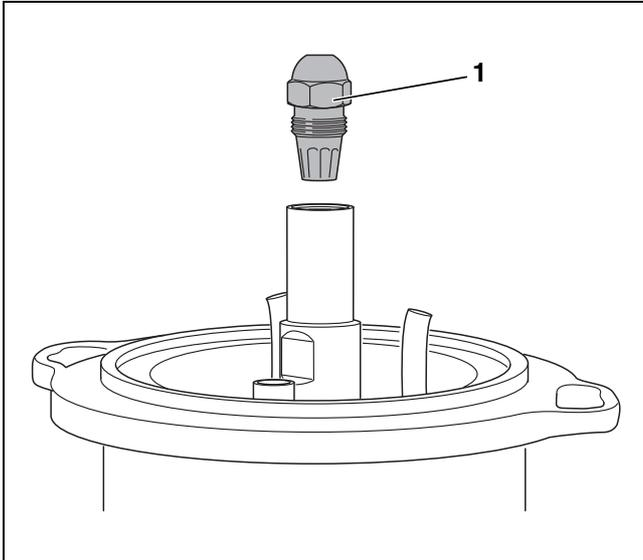

Bild 32 Düse demontieren
- ▶ Düse (→ Bild 32, [1]) mit zwei Schraubenschlüsseln SW 16 und SW 19 lösen und abnehmen.
- ▶ Düse demontieren (→ Bild 32, Seite 18).